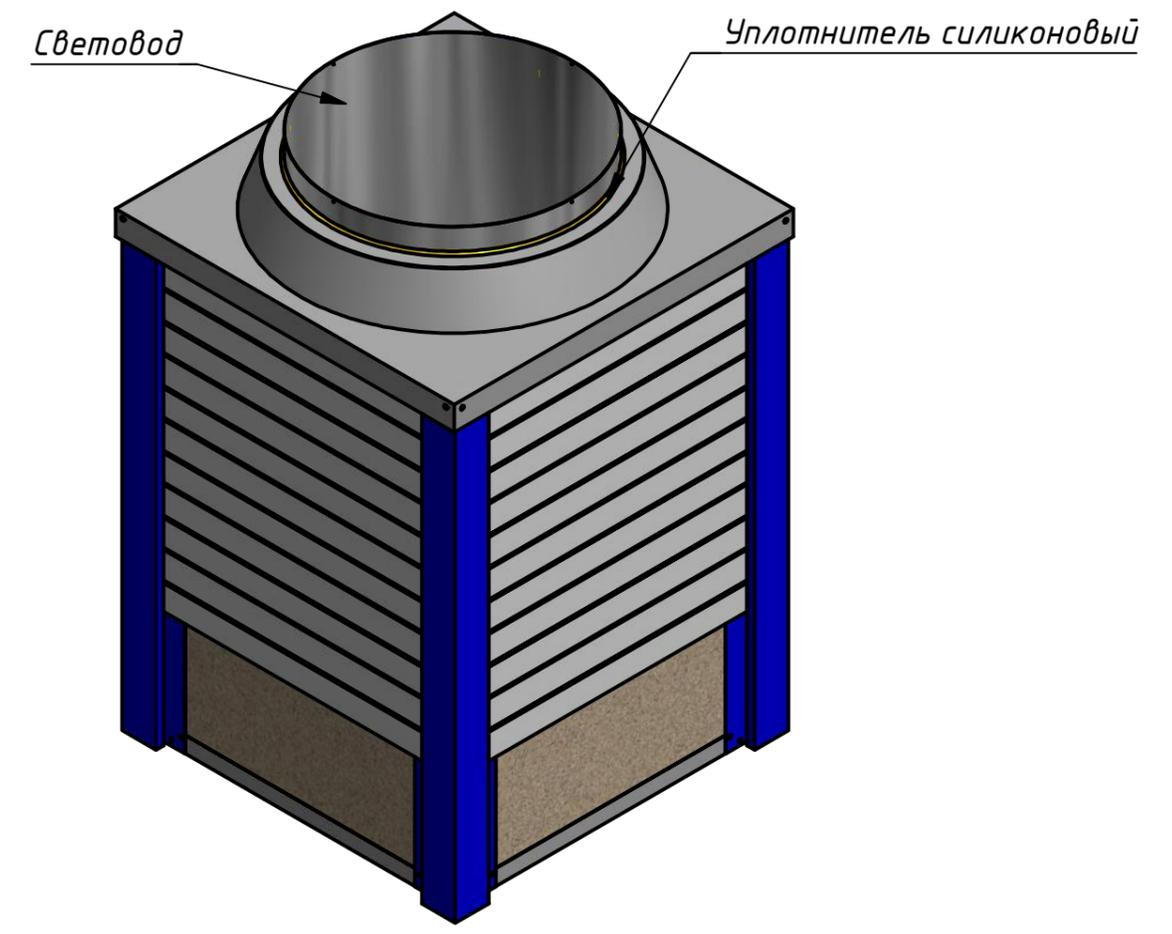

Рис. 16
4.4.4. Вывести световод на 50-53 мм над фартуком и произвести герметизацию соединения "световая труба-фартук" силиконовым или битумным уплотнителем (рис.16).